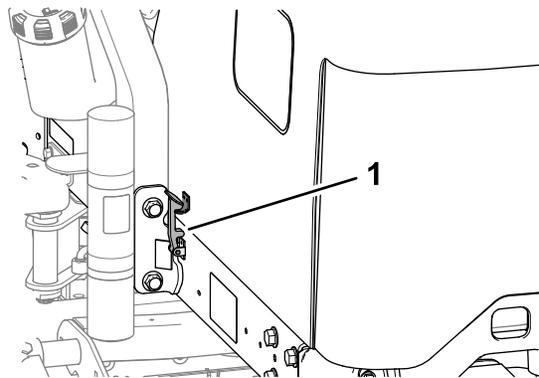

Figure 54
2. Soulevez et rabattez le capot en arrière (Figure 54).